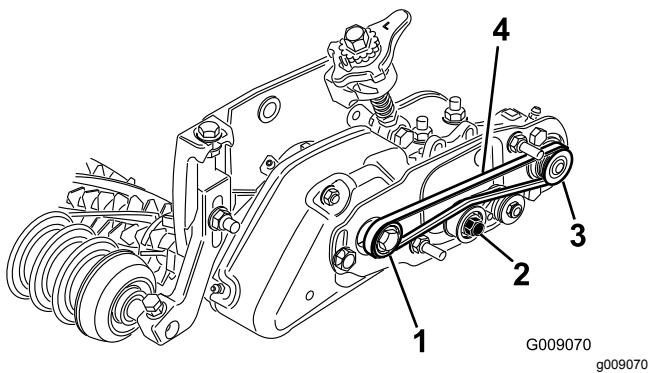

Figura 32
- Passe a correia em redor da polia **acionada** e, em seguida, sobre a parte superior da polia intermédia (**Figura 32**).
- Ligue a correia na polia da **transmissão** (**Figura 32**).